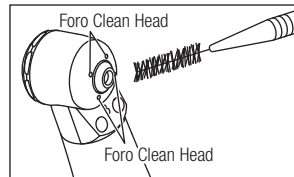

Fig. 2
- 2) Rimuovere eventuali impurità dai fori con l'ausilio di una spazzola. Non utilizzare una spazzola metallica. (Fig. 2)